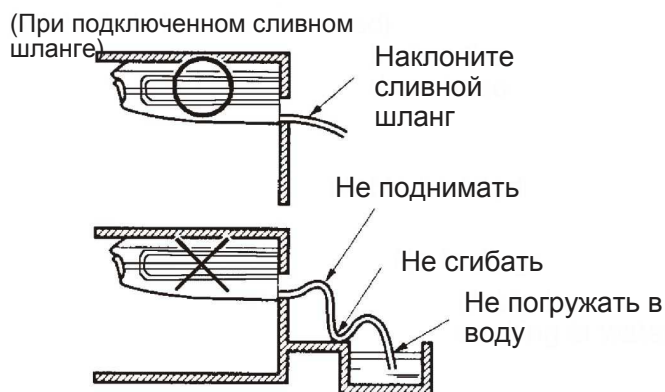

Рис.1
НИЖЕ ВНУТРЕННЕГО (рис. 1)
(1) Сливная трубка
- Сливная трубка должна быть короткой и направлена вниз под углом не менее 1/100 для исключения образования воздушных карманов. (см. рис. 1)
- Используйте прилагаемый сливной шланг (4) и зажим (5)